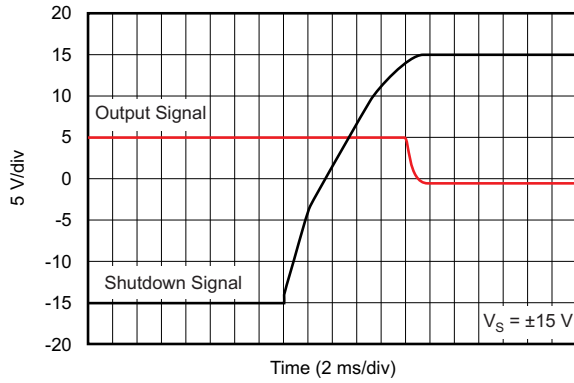

图 39. 关闭瞬态
(1) 禁用时, 输出呈现高阻抗状态。
(2) 请参阅 典型特性 曲线 (图 39 至图 41)。
OPA211 的关断 (使能) 功能以运算放大器的正电源电压为基准。有效高电平会禁用运算放大器。有效高电平是指施加到关断引脚的正电源电压 (V+) - 0.35V。有效低电平是指正电源引脚下方 (V+) - 3V。例如, V_{CC} 为 ±15V 时, 该器件在 12V 或低于 12V 时启用, 而在 14.65V 或以上时禁用。如果使用双电源或分离式电源, 应注意确保有效高电平或有效低电平输入信号以正电源电压为适当基准。该引脚必须连接到有效的高电压或低电压或者被驱动, 而不是保留开路。典型特性 部分提供了启用和禁用时间 (请参阅图 39 至图 41)。禁用时, 输出呈现高阻抗状态。